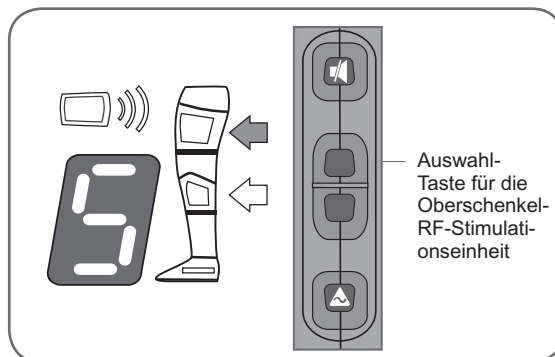

Abbildung 8-2: Auswahl der Oberschenkel RF-Stimulationseinheit
1. Drücken Sie die Auswahl-Taste für die Oberschenkel-RF-Stimulationseinheit. Der Pfeil neben der Oberschenkel-RF-Stimulationseinheit-Anzeige leuchtet zur Bestätigung Ihrer Auswahl GRÜN (siehe Abbildung 8-2).